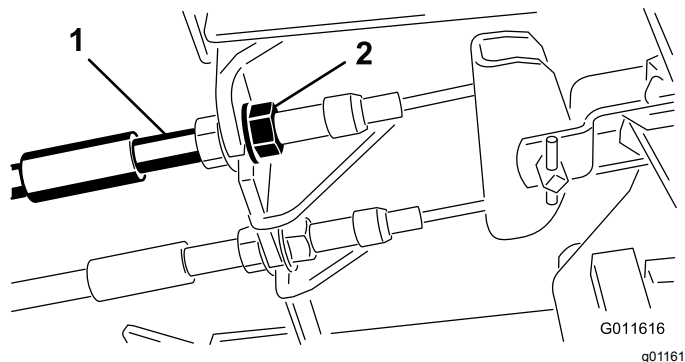

Рисунок 97
1. Чтобы уменьшить свободный ход тормозных педалей, затяните тормоза, ослабив переднюю гайку на резьбовом конце троса тормоза (Рисунок 97).